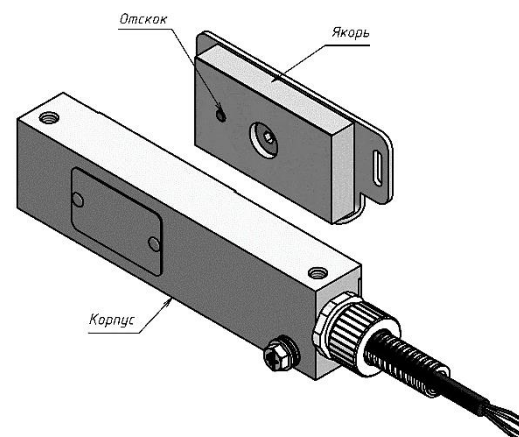

Рисунок 6 - Взаимное положение корпуса и якоря для замка варианта «Н»
**Внимание!** При монтаже якоря замка варианта «Н» необходимо соблюдать положение отскока якоря относительно корпуса. Якорь должен быть сориентирован так, чтобы отскок якоря был направлен к корпусу с противоположной от кабельного ввода стороны (рисунок 6).